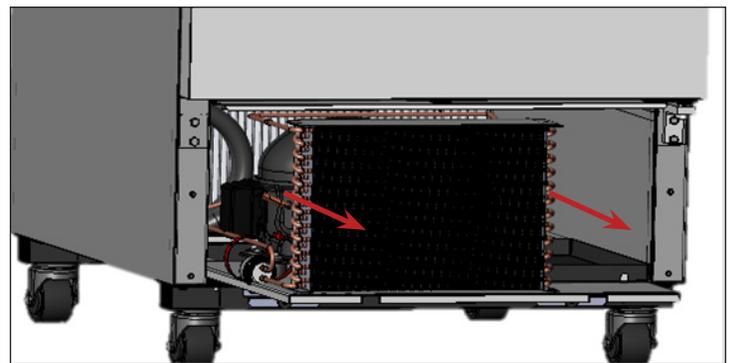

Рис. 6. Осторожно выдвиньте конденсаторный блок.
7. Осторожно выдвиньте конденсаторное устройство (используются гибкие трубные соединения). См. рис. 6. Осторожно продувайте змеевик сжатым воздухом или CO₂, пока он не очистится.